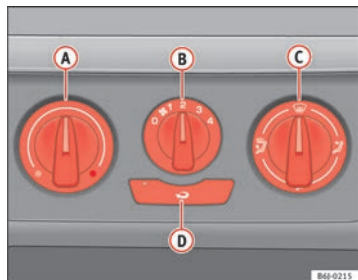

Fig. 87 Sulla plancia portastrumenti: i comandi del riscaldamento
- I comandi **A** e **C** e la manopola **B** ⇒ fig. 87 servono a regolare la temperatura, ad indirizzare il flusso d'aria e a selezionare il livello di potenza del ventilatore.